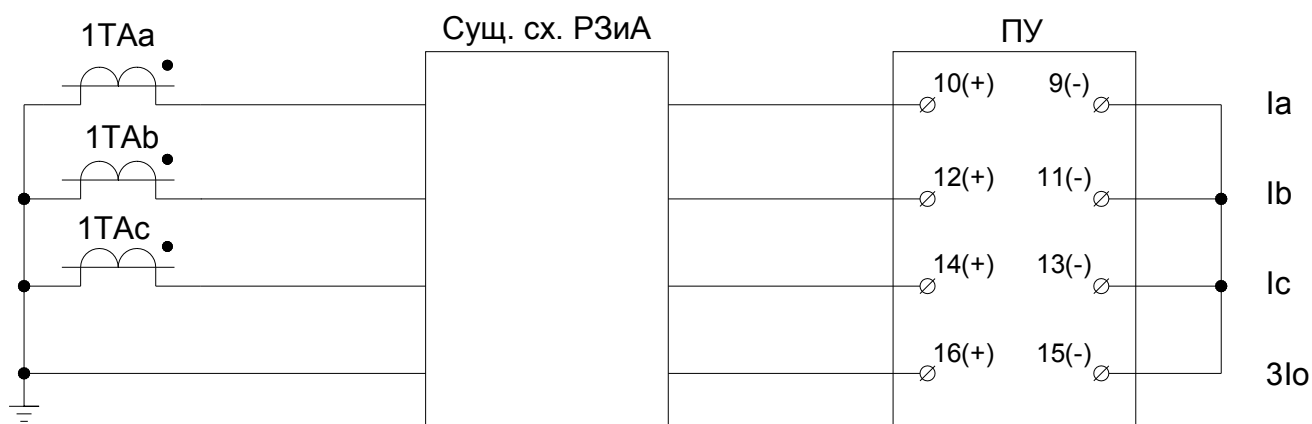

Рисунок 19 Схема подключение цепей переменного тока вариант 1
5.4.4.8 Входы аналоговых сигналов для измерения силы переменного тока подключить в соответствии со схемой рисунок 19 или 20, в зависимости от существующих схем релейной защиты автоматики у Заказчика